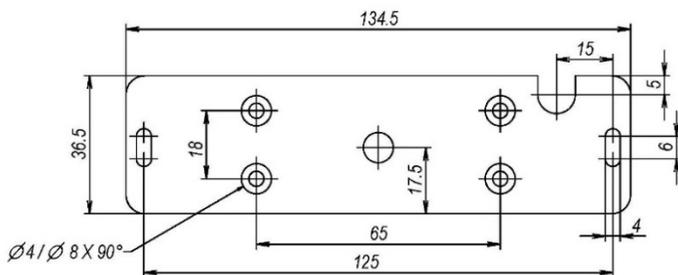

Рисунок 4 – Основание
5.1 Основание крепится на дверной коробке через два овальных отверстия саморезами 3 мм с учетом габаритно-установочных размеров (рисунок 4) и расположения выводов управления. Далее, на ось основания устанавливается корпус.